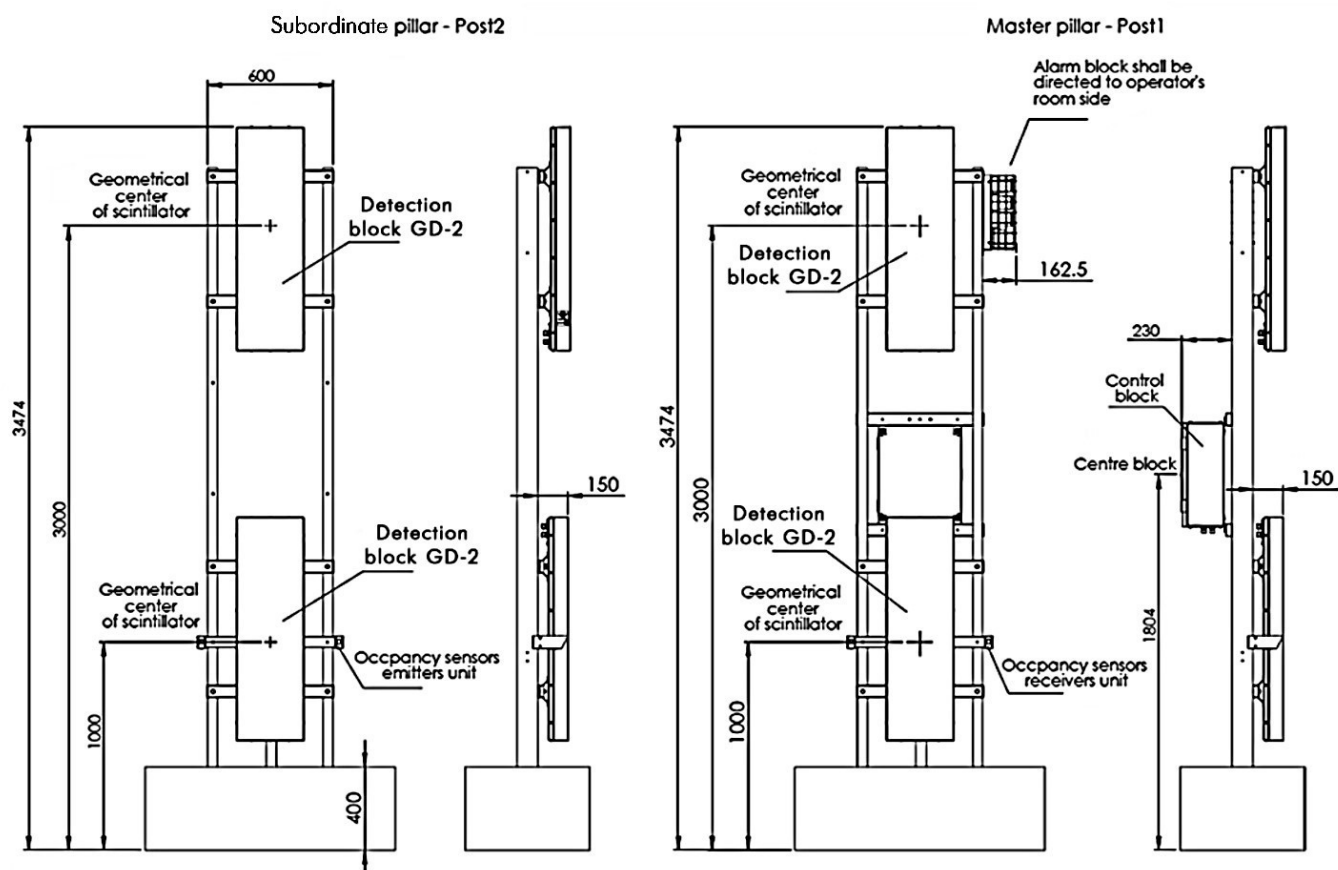

Figura 2.9. PoliGate Light G4 montado
5. Monte la bandeja de cables en el pilar maestro según la Figura 2.9: